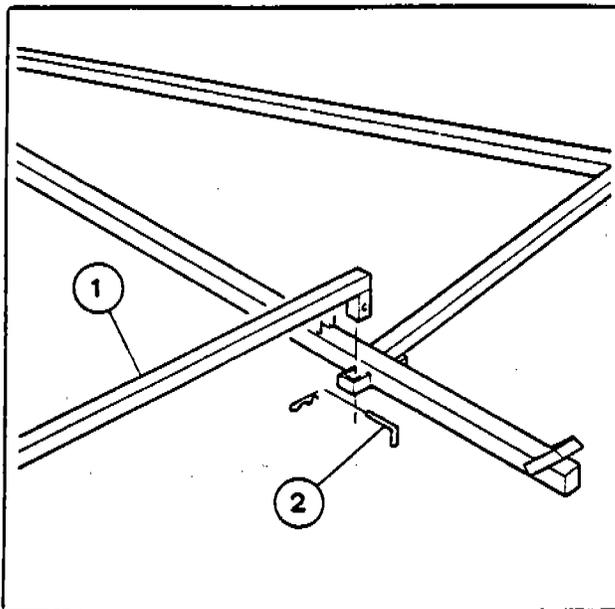

Fig. 20
f) Posizionare i distanziali (1-Fig. 20) tra i tiranti, facendo attenzione che i contrassegni riportati all'estremità del distanziale corrispondano al rispettivo attacco sul tirante. Inserire le rispettive copiglie di fermo (2-Fig. 20).